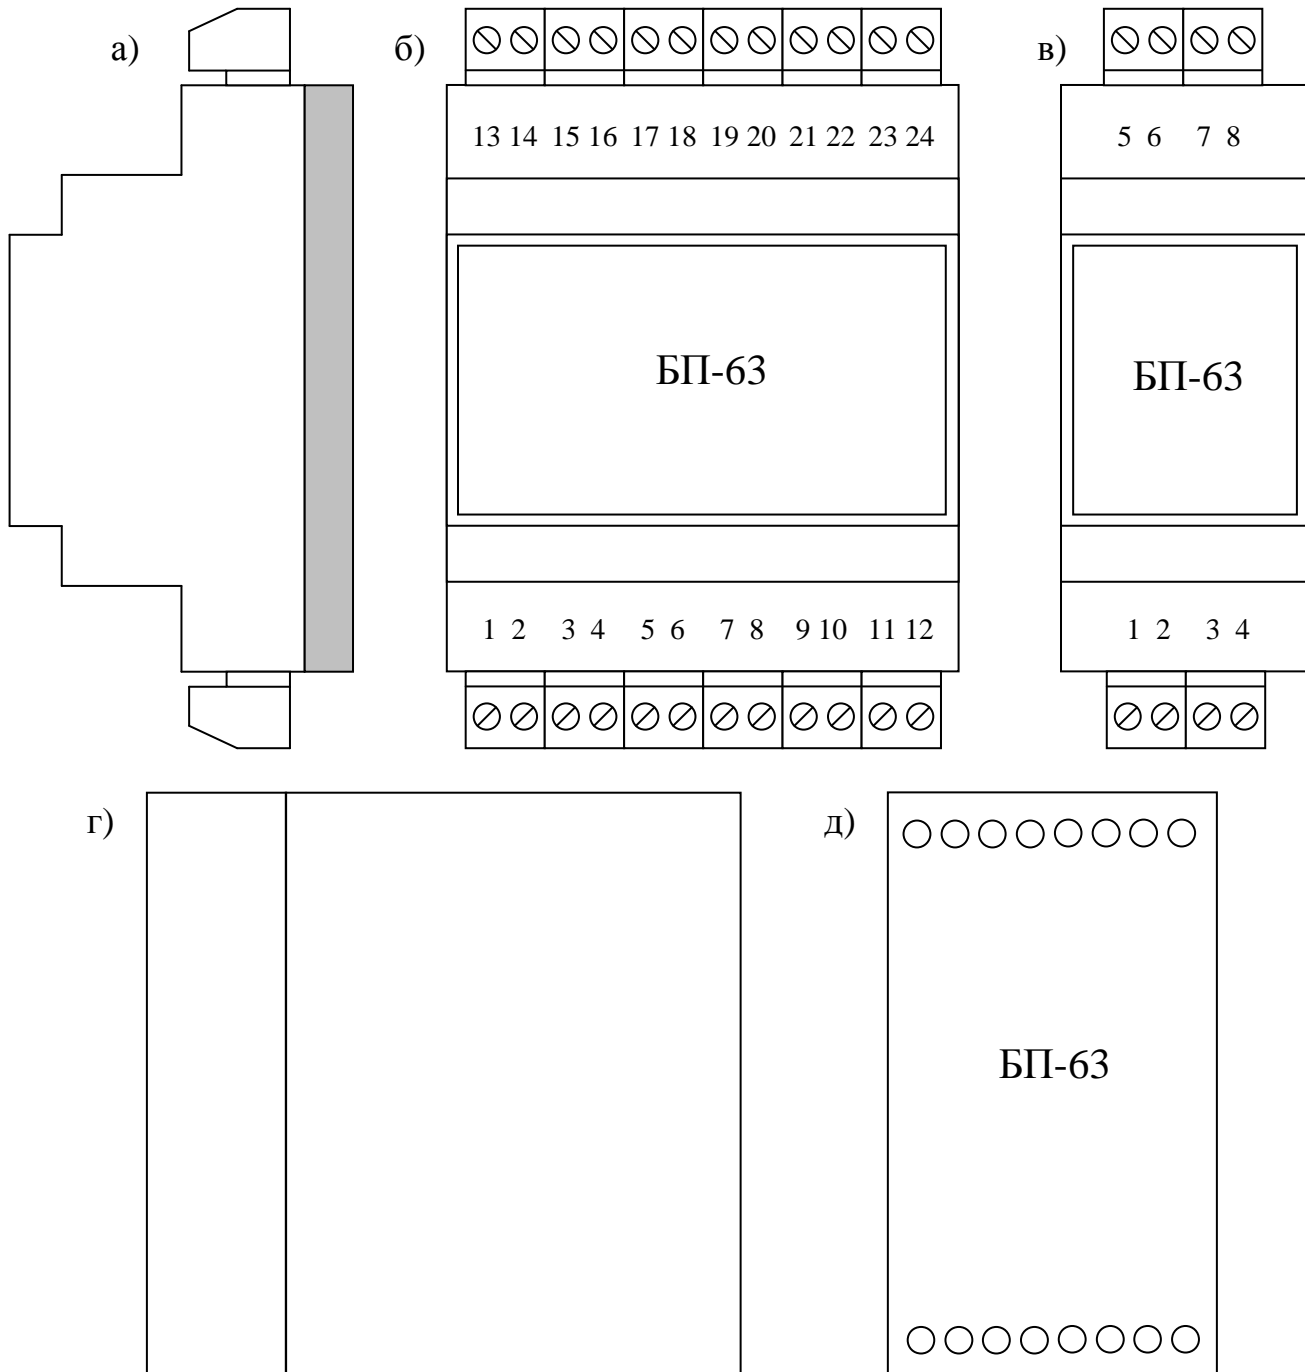

Рисунок 2.1 – внешний вид БП
3.1.1 Подключение питания и нагрузок осуществляется к клеммам под винт, расположенным в два горизонтальных ряда под лицевой панелью прибора. Назначение клемм и наименование сигналов приведено в таблице 3.1. Расположение и порядок нумерации клемм см. рисунок 2.1.